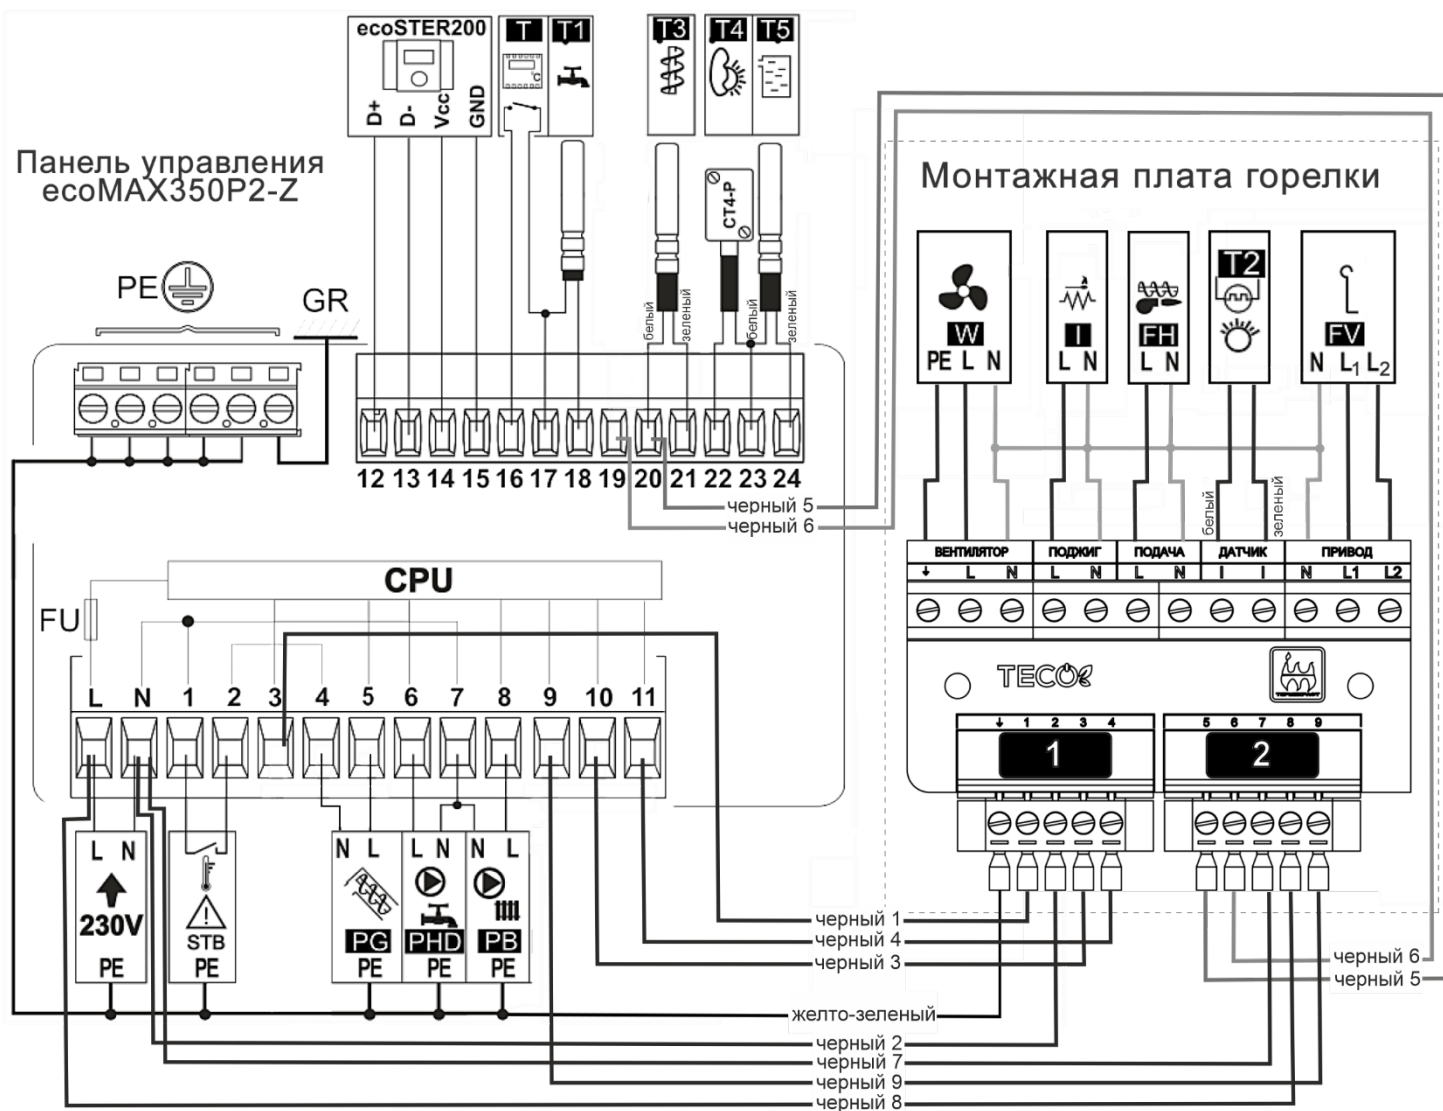

Рис. 8 Схема электрического подключения пеллетной горелки ТЕСО
Горелка подключается к панели управления по следующей схеме (рис.8)
- отсоединить провода питания керамического ТЭНа от монтажной платы горелки (схема подключения указана на рис.8);